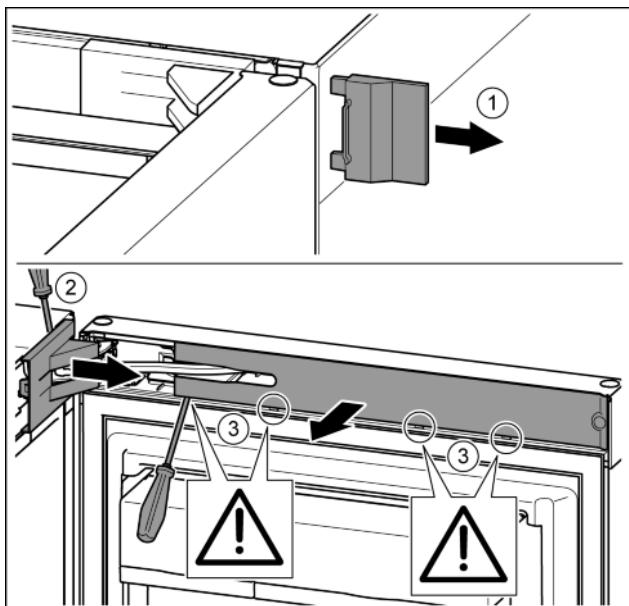

Fig. 8
- Снять внешнюю крышку. Fig. 8 (1)
- При помощи отвертки освободить от фиксаторов крышку опорного кронштейна и отсоединить. Снять крышку опорного кронштейна. Fig. 8 (2)
- Шлицевой отверткой вывести накладку из зацепления и отвести в сторону. Fig. 8 (3)